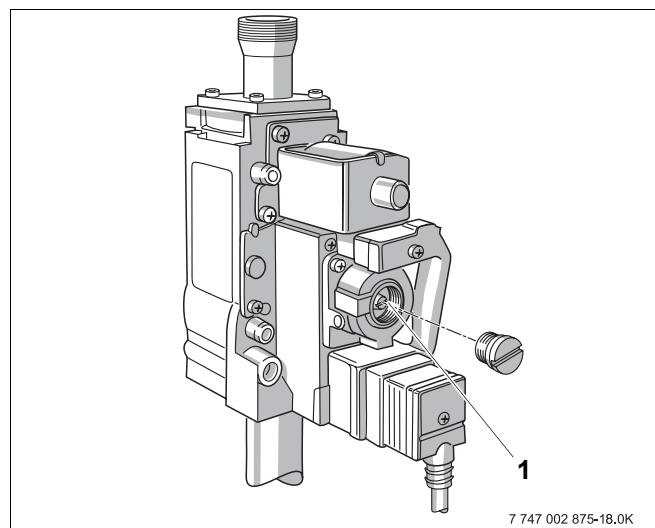

Рис. 51 Газовая арматура Honeywell VR 4605
- На газовой арматуре Honeywell VR 4605 удалите защитный колпачок или заглушку на регулировочном винте (рис. 51, **поз. 1**).